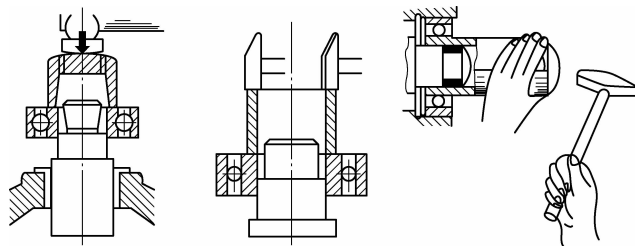

图 7-3 均匀敲入法装配滚动轴承
(2) 均匀敲入法。在配合过盈量较小又无专用套筒时,可用圆棒对称地在轴承的内环(或外环)上均匀敲入。也可通过装配套筒用锤子敲入,但不可用锤子直接敲击轴承(图 7-3),也不能用铜棒等软金属,因为容易将软金属屑落入轴承内。敲击时应在四